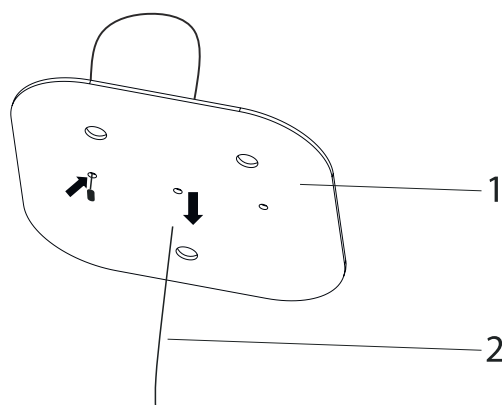

Fig. 8
2. ➡ För stålvajern genom hålen i upphängningsplattan (Fig. 8).